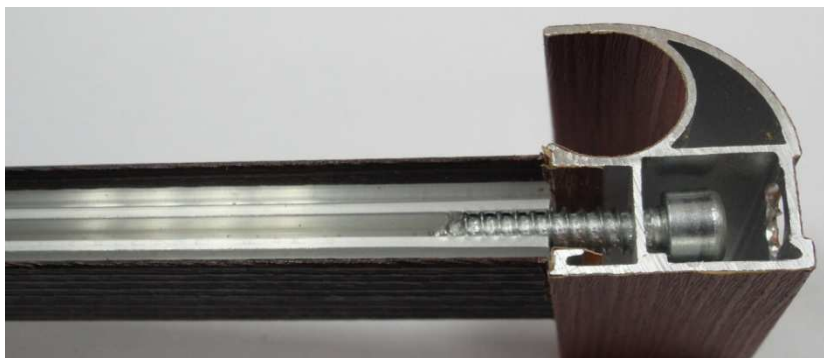

Рис. 4
- 3- В месте установки доводчика, ослабить крепёжные саморезы 7 $\Phi 6 \times 30$, выкрутив их на 1.5-2 оборота, как показано на рис. 4.